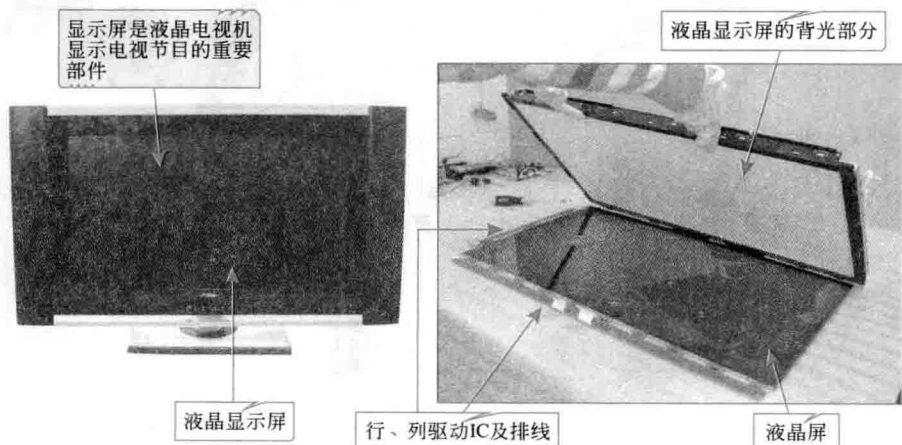

图 1-4 典型液晶电视机显示屏的实物外形
① 液晶显示屏 液晶电视机上类似玻璃材质的器件就是显示屏，它是用来显示电视节目的重要器件，该显示屏采用液晶材料制作而成，是液晶电视机特有的显示部件。图 1-4 所示为典型液晶电视机液晶显示屏的实物外形。